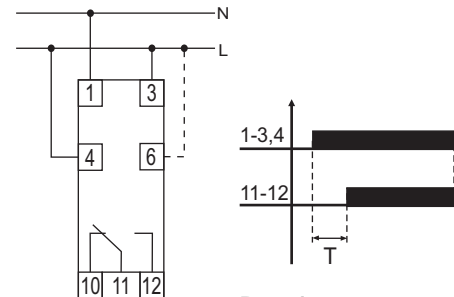

Рис. 1
- 1 - подачей напряжения питания на реле времени, при этом клемма 4 соединяется с клеммой 3 (рис. 1).